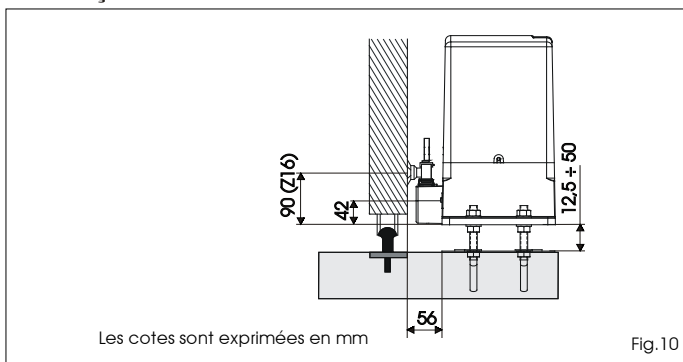

Fig. 10
- Régler la hauteur du motoréducteur et la distance du portail en se reportant aux cotes de la Fig. 10.